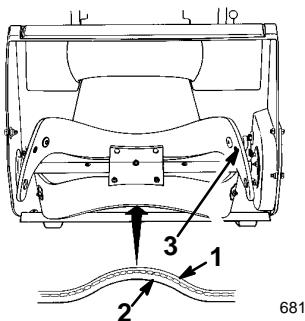

Figure 24
1. Examiner le bord d'une lame de rotor neuve pour voir la différence d'épaisseur des couches (Fig. 24).
Monter les deux lames de rotor avec le côté le plus épais **à l'intérieur** de l'incrvation (Fig. 24), sans quoi l'ensemble sera déséquilibré et la déneigeuse progressera de manière irrégulière, par "bonds".